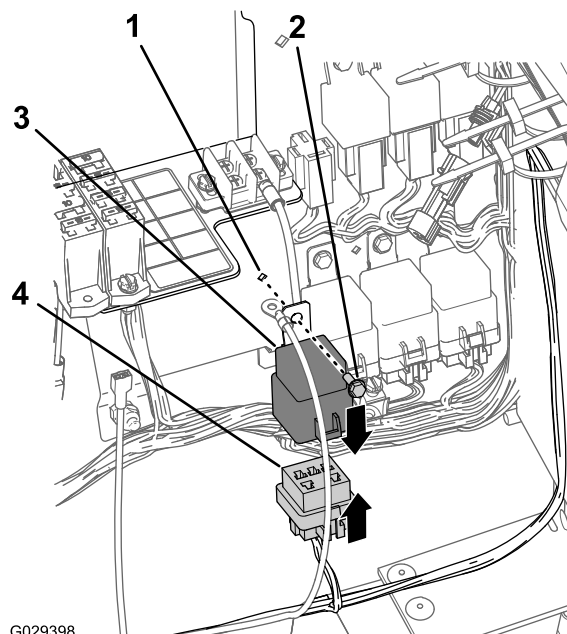

Figure 18
1. Sur la branche compartiment moteur de 197 cm du faisceau, alignez le relais et le connecteur à 5 douilles du faisceau du kit de finition (Figure 18).
2. Insérez les broches du relais dans les douilles du connecteur (Figure 18).
3. Alignez le trou dans la patte de montage du relais et le trou dans le panneau de câblage (Figure 18).
4. Fixez le relais au panneau (Figure 18) au moyen du boulon à embase (n° 10-24 x 1/2 po).